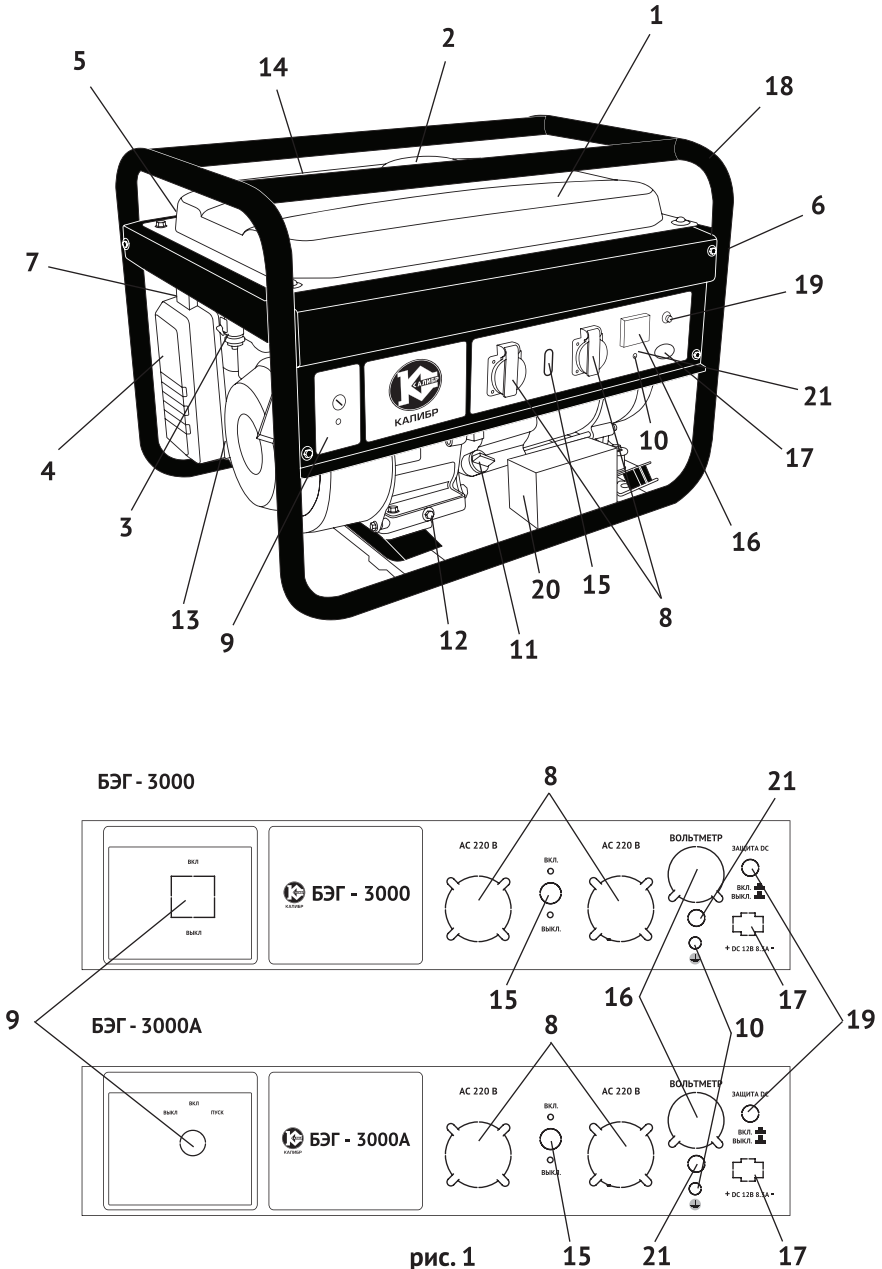

рис. 1
генератора. Передача осуществляется через коническое сопряжение ротора генератора и вала двигателя. При этом образуется самоцентрирующаяся трёхпорная схема соединения. С обмоток статора генератора напряжение подводится: через систему стабилизации на розетки переменного тока (рис.1 поз.8); через выпрямительный блок на розетку постоянного тока (рис.1 поз.17).
2.4 Общий вид бензогенератора схематично представлен на рис.1
3.4 Двигатель и генератор закреплены на трубчатой раме (рис.1 поз.18) через амортизаторы, что снижает вибрацию аппарата и уменьшает уровень шума при работе. Все элементы бензогенератора имеют удобный доступ для обслуживания и ремонта.
Электрическая сеть подключения потребителей относится к системе с изолированной нейтралью, предусматривающей защитное заземление открытых токопроводящих частей корпуса. В зависимости от местных условий (состав грунта, его влажность и т.п.) изменяется качество заземления. Во всех случаях защитное заземление должно иметь сопротивление не более 4-х Ом. Во время работы бензогенератора его клемма заземления (рис.1 поз.10) должна быть подсоединена к заземлителю. Практически это требование может быть реализовано следующими способами:
Выкрутите пробку-щуп из маслозаливной горловины (рис.1 поз.11) и залейте в картер масло необходимой марки до нижнего края горловины. Вставьте сухой чистый щуп в горловину картера и выньте его. Проверьте уровень масла: граница смоченной области щупа должна располагаться между отметками минимального и максимального уровней.
5.3.1 Отключить всех потребителей переменного и постоянного тока от генератора. Перевести автоматический выключатель (рис.1 поз.15) в положение «ВыКЛ».
- перевести выключатель зажигания (рис.1 поз.9) в положение «ВКЛ»;
- открыть топливный кран (рис.1 поз.3);
- перевести рычаг управления воздушной заслонкой (рис.1 поз.7) в крайнее левое положение «закрыто» при пуске холодного двигателя (для прогрева двигателя рычаг устанавливается в промежуточном положении);
- резко, с усилием потяните рукоятку стартера (рис.1 поз.13) до упора, повторите действие ещё раз, если двигатель не завёлся.
После прогрева двигателя в течение 10-40 секунд (в зависимости от начальной температуры), перевести рычаг воздушной заслонки (рис.1 поз.7) в крайнее правое положение «открыто».
- перевести выключатель зажигания (рис.1 поз.9) в положение «ВыКЛ.» (ключ зажигания модели БЭГ-3000А – в положение «ВыКЛ.»);
- закрыть топливный кран (рис.1 поз.3).
- наличие и величина напряжения переменного тока измеряется вольтметром (рис.1 поз.16);